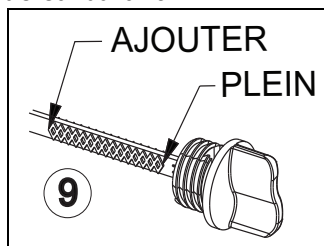

Figure 2-14. Orifice de remplissage / jauge d'huile
3. Essuyez la jauge d'huile (figure 2-14).